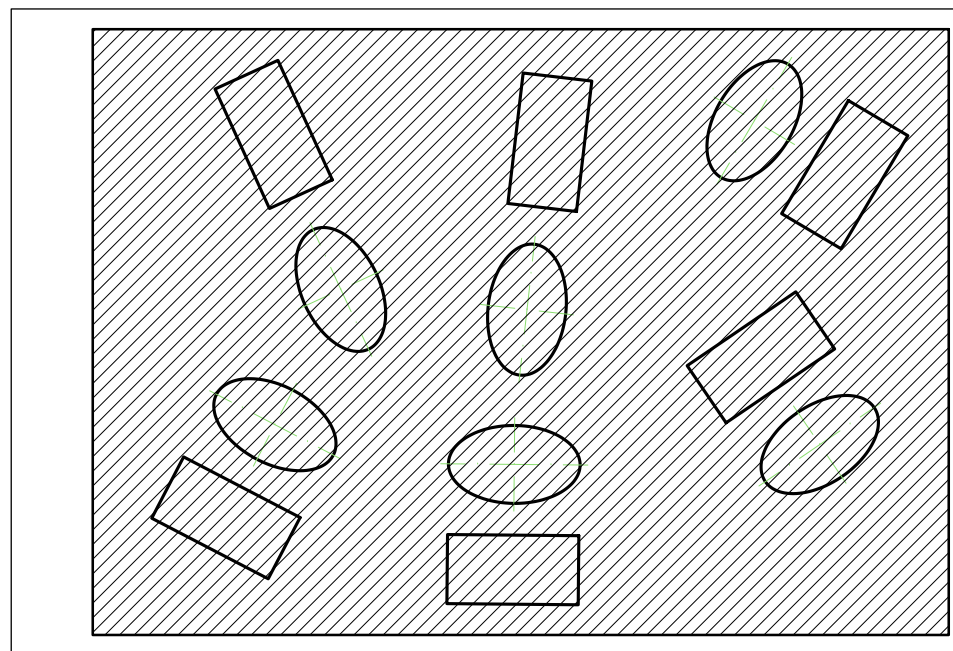

рисунок 34
5.11.5 Наклонные параллельные линии штриховки должны проводиться под углом 45° к линии контура изображения (рисунок 34а) или к его оси (рисунок 34б), или к линиям рамки чертежа (рисунок 34).
рисунок 34а
рисунок 34б